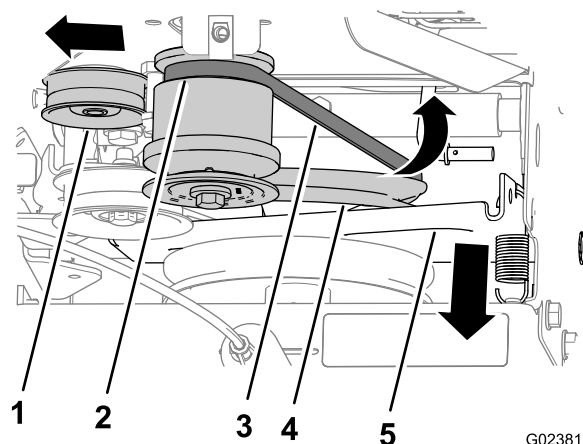

Figura 42
- Ruotate la staffa di comando della trazione e la puleggia di trazione in avanti (Figura 42).
- Fate scorrere via la cinghia dalla scanalatura posteriore della puleggia del motore e rimuovete la cinghia dalla macchina (Figura 42).
2. Allineate la cinghia nella scanalatura nella parte inferiore della puleggia di trazione (Figura 42).
3. Tirate la puleggia di tensione verso l'esterno (Figura 42).
4. Allineate la cinghia nella scanalatura posteriore della puleggia del motore (Figura 42).